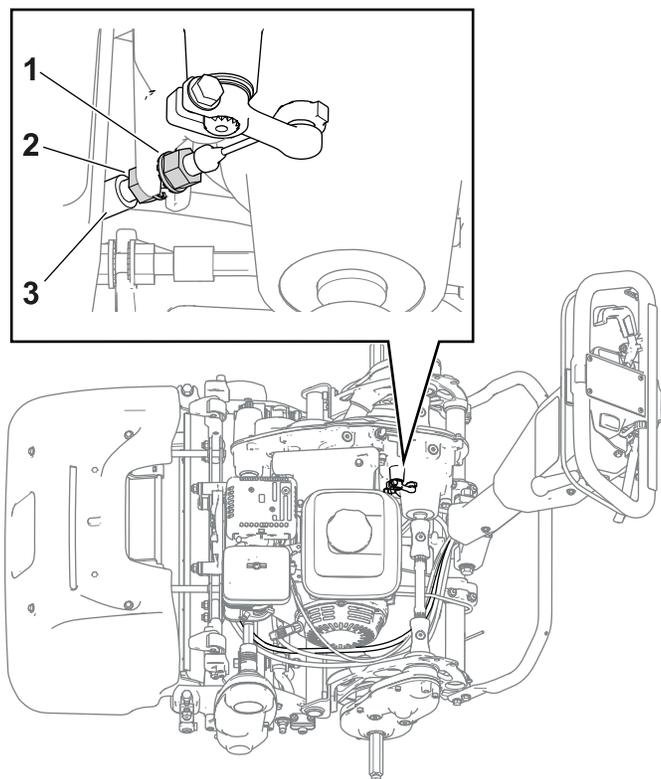

Figura 33
- Per aumentare la tensione del cavo, allentate il controdado anteriore del cavo e serrate il controdado posteriore (Figura 33). Ripetete il passaggio 2 ed eventualmente regolate la tensione.
- Per diminuire la tensione del cavo, allentate il controdado posteriore del cavo e serrate il controdado anteriore (Figura 33). Ripetete il passaggio 2 ed eventualmente regolate la tensione.